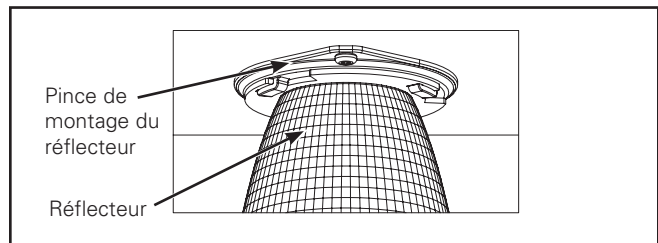
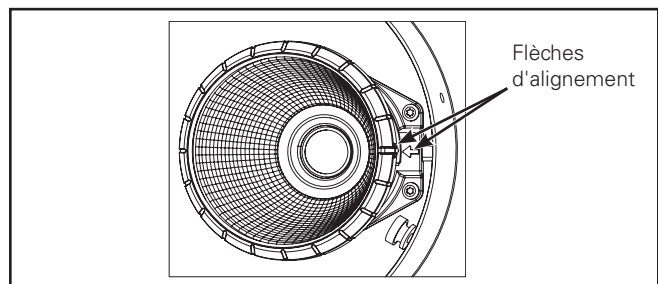

Figure 10.
Figure 11.
4. Insérez d'abord l'assemblage du dispositif dans la bride du boîtier en maintenant le réflecteur de métal et non le support de caoutchouc. Placez la bride sur la pince de montage du réflecteur et appuyez fermement, puis tournez-la dans le sens horaire jusqu'à ce que les 3 languettes s'enclenchent (Figure 10). Assurez-vous que les flèches d'alignement sur le support et la pince de montage du réflecteur s'alignent pour le support directionnel facultatif (Figure 11).